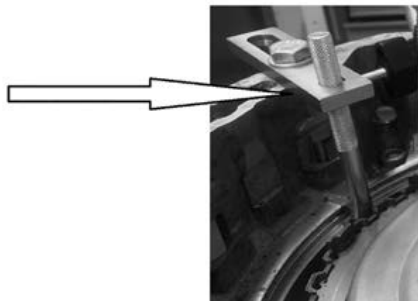

Abb. 1
- Eine der beiden langen Abstützbrücken (6) und den Anschlag-Endschalter (8) montieren, und sie korrekt auf dem Kupplungsgehäuse befestigen (siehe Abb. 1)